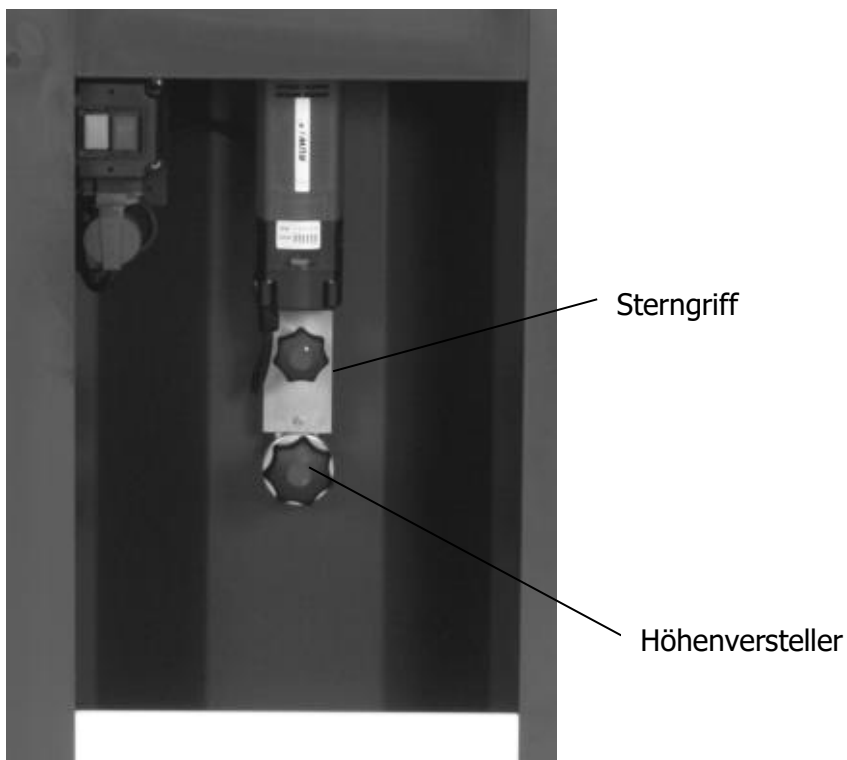

Bild 53
1. Motorenklemmung über Sterngriff lösen (Bild 53)
2. Fräsaggregat mittels Höhenversteller nach oben bewegen (Bild 53)